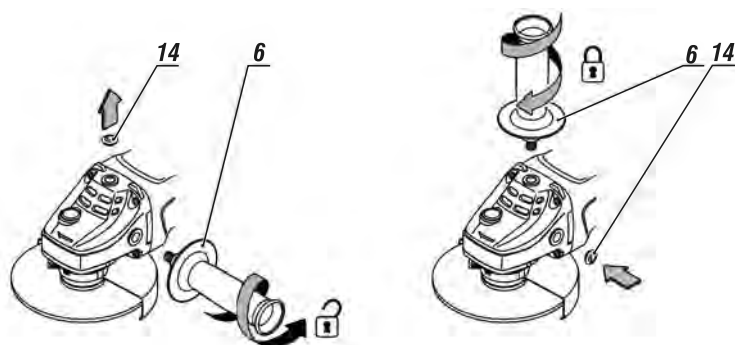

Fig. 2 – Montaje de la empuñadura auxiliar
- 1 - Retire la empuñadura auxiliar (6) girándola en sentido anti horario, según la Fig.2;
- 2 - Retire la tapa de protección de la rosca (14);
- 3 - Coloque la empuñadura auxiliar (6) en el lugar deseado;